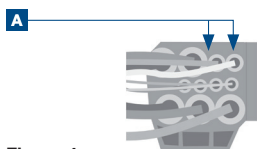

Figura 4
- 15 Extraer los bornes de las bases 1 y 2 (figura 4).